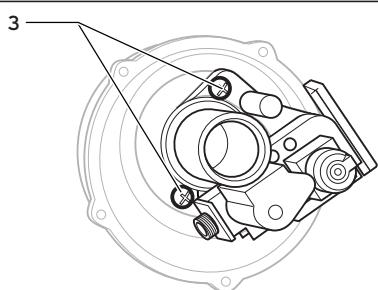

Рис. 8.4 Газовая арматура
- Отпустите 2 крепежных винта (3) на газовой арматуре и снимите вентилятор с газовой арматурой (рис. 8.4/8.5).
- Отпустите 2 крепежных винта (3) на газовой арматуре и снимите газовую арматуру с вентилятора (рис. 8.4).